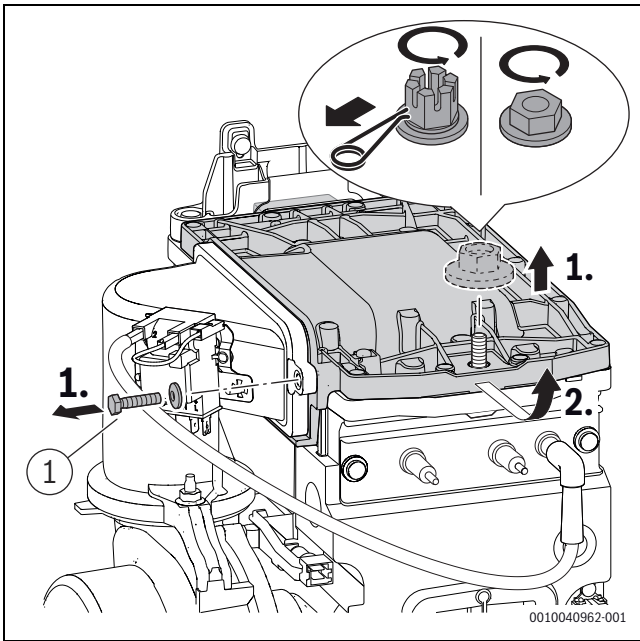

Bild 75 Brennerdeckel ausbauen
- Schraube ([1], Bild 75) am Brennerdeckel mit 5,5+0,5 Nm festziehen.